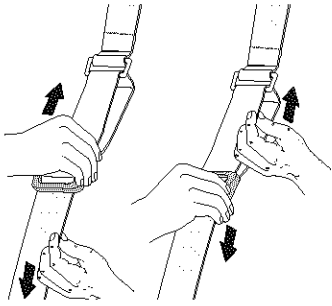

Fig. 13
5. Extienda el arnés tirando de la correa hacia abajo y subiendo la hebilla. Acorte el arnés tirando de la correa a través de la hebilla mientras mueve la hebilla hacia abajo (Fig. 13).